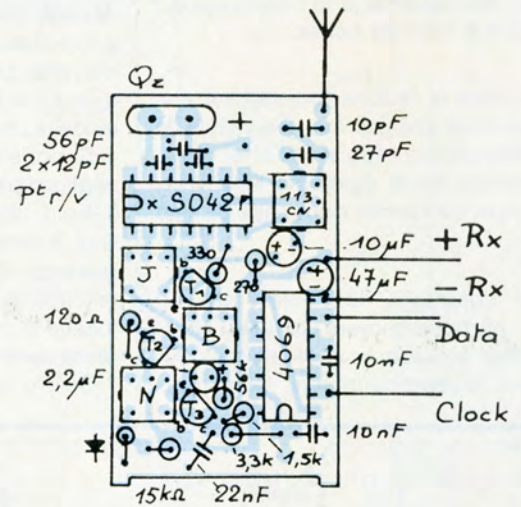

Fig. 6. - Pose des composants du récepteur. N.B. - Voir texte pour les points de masse au recto.
- 4102 A : couper la patte gauche et garder la droite. (sens du dessin de la fig. 6.)
Souder le pont recto-verso, sous le SO42 P de la figure 6. (renvoi de masse). On peut poser maintenant tous les composants passifs, R et C et les transistors et diode. Attention au sens des perles tantale.